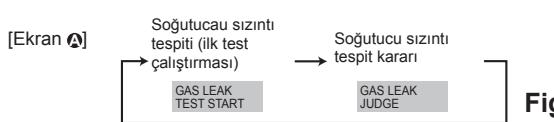

Fig. 8-2
- ② ⓧ CLOCK ⓨ düğmesine basın ve [GAS LEAK TEST START] (GAZ SIZİNTİ TESTİNİ BAŞLAT) seçeneğini seçin. (Fig. 8-2)